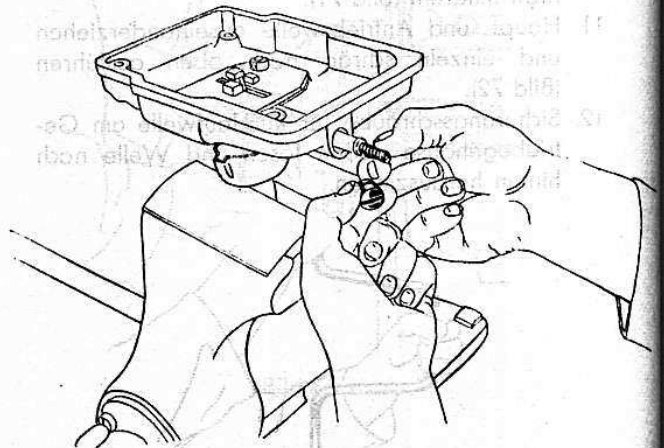

Bild 77
21. Schlitzschraube zum Riegel für Rückwärtsganganschlag lösen, Riegelbolzen herausnehmen (Bild 77).